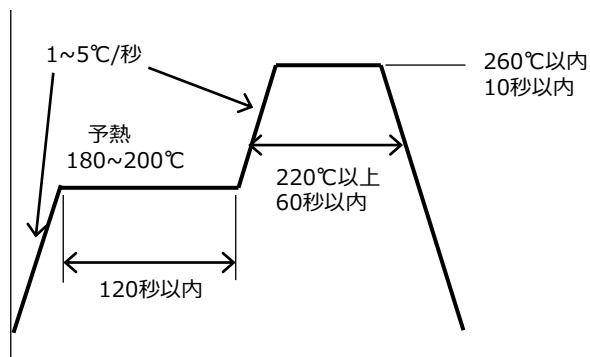

図18. リフロー推奨条件
- ①リフローによるはんだ付けは、2回までとしてください。
- ②リフロープロファイルは図18の条件を参考に、ご使用になるはんだペーストの推奨条件に合わせてください。
- ③ピーク温度からの冷却温度勾配は、急冷却を避けてください。
- ④大気リフローの場合、リフロー時の熱や雰囲気の影響により、光学的劣化を起こすことがあります。リフローに際しては、窒素リフローを推奨します。